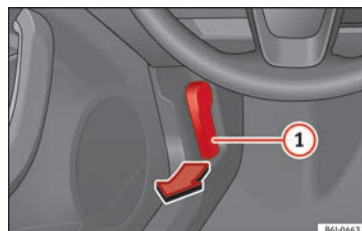

Fig. 5 Levier de déverrouillage sur le plancher, côté conducteur.
- Ouvrir le capot : tirez le levier situé sous le combiné d'instruments » **fig. 5 ①**.